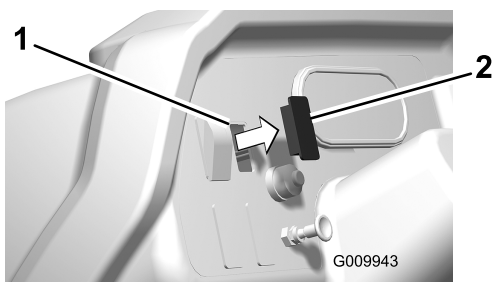

Figura 19
1. Rimuovete il tappo da una delle aperture inutilizzate sul cruscotto (Figura 19).